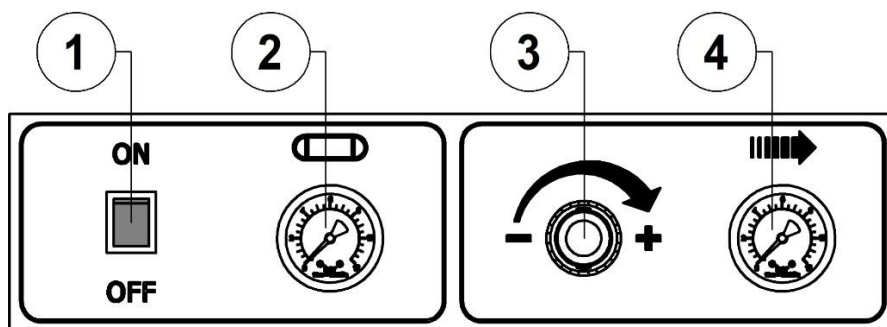

Рисунок 2 - Панель управления
Подсоедините вилку питающего кабеля компрессора к электрической сети. Включите компрессор выключателем **1** (рис. 2). на панели управления. Для этого необходимо переключить выключатель в положение "**ON**". Включенное состояние сигнализируется подсветкой выключателя **1** (рис. 2).
- Выключить компрессор выключателем **1** на панели управления (рис. 2). Для этого необходимо переключить выключатель в положение **OFF**. После этого остановится электродвигатель и произойдет сброс давления из нагнетательного воздухопровода и поршневого блока.
7.4.1 Настройка давления сжатого воздуха осуществляется регулятором давления **3** следующим образом (рис. 2):
- Переключите выключатель **1** на панели управления (рис. 2) в положение "OFF".